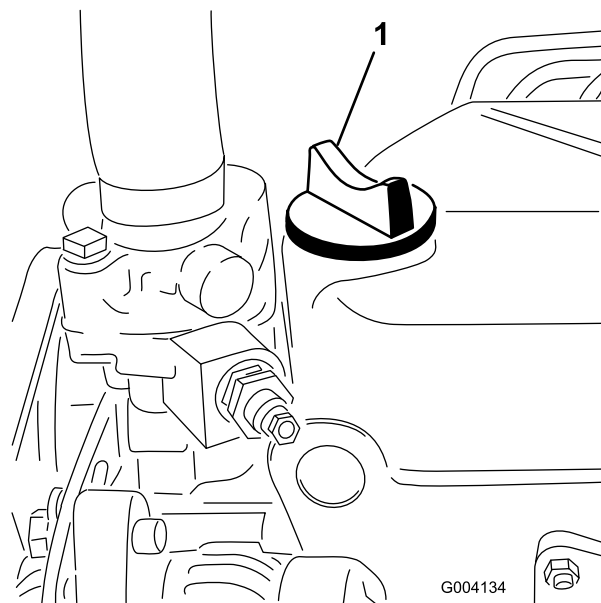

Figura 21
5. Se il livello dell'olio non raggiunge la tacca di pieno, togliete il tappo di riempimento (Figura 21) e rabboccate con olio fino a portarlo alla tacca di pieno sull'asta di livello. **Non riempite troppo**.